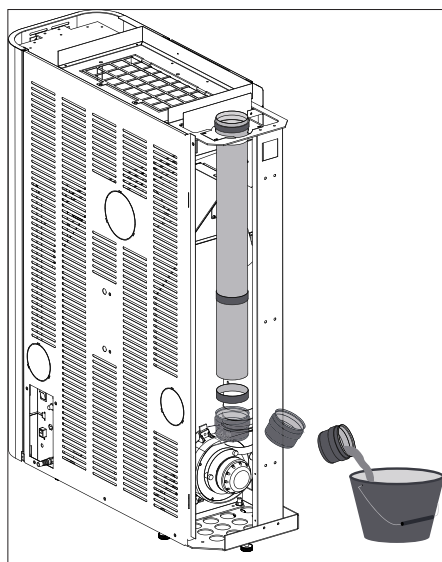

fig. 12.5
12.2.6 Nettoyage du tampon des fumées (Fig. 12.5)